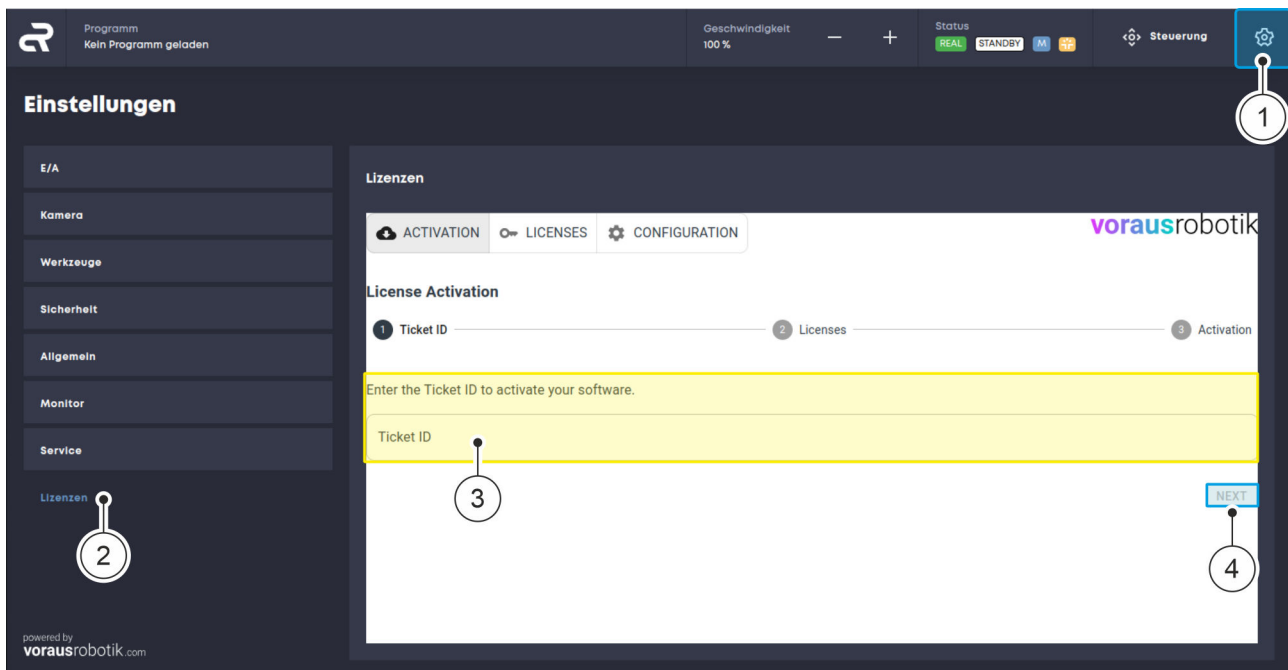

Abb. 48 Softwarelizenz aktivieren
01. In der Navigationsleiste auf das Zahnradsymbol klicken Abb. 48 / ①, um das Menü „Einstellungen“ zu öffnen.
02. Im Menü „Einstellungen“ auf die Schaltfläche „Lizenzen“ in der linken Registerkarte klicken, um das Fenster der Lizenzeinstellungen zu öffnen Abb. 48 / ②.
03. In der Registerkarte „ACTIVATION“ die Ticket-ID der erworbenen Lizenz eingeben Abb. 48 / ③ und mit „NEXT“ bestätigen Abb. 48 / ④.